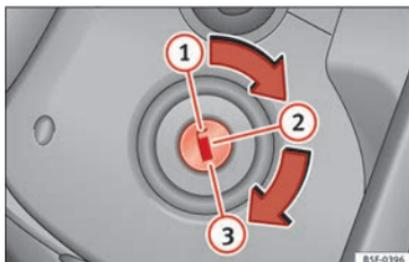

Fig. 187 Posiciones de la llave de contacto.
»» fig. 187.
- Extraiga la llave de encendido en la posición ① »» fig. 187 »» ⚠.